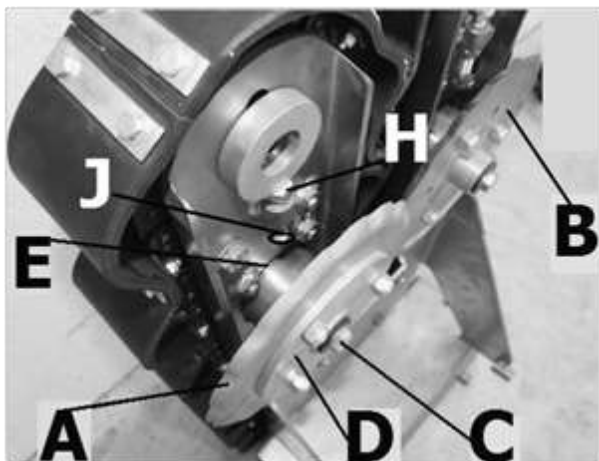
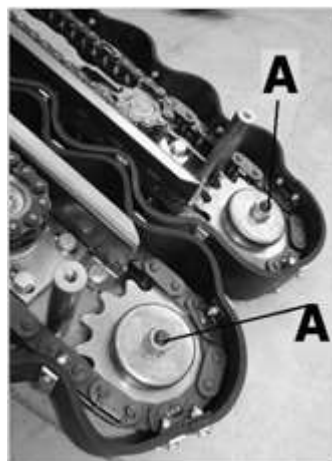

Рис. 14
Рис. 15
При жатке, присоединенной к комбайну, обязательно установите механические фиксаторы на подъемные опоры жатки. Для правильной работы режущего аппарата зазор между обоими противоположными дисками (А) и (В) Рис. 14 должен составлять 0,3-0,5 мм. В противном случае правильный срез подсолнечника будет невозможен. Настройте зазор следующим образом: винт (С) удалить Рис. 14, ступицу (D) удалить и дистанционные кольца (Е) установить/удалить (Е). Снова провести монтаж и проверить зазор между дисками.
Эту работу следует проводить раз в неделю. Действуйте следующим образом: Винт (А) ослабить, Рис. 15, контргайку (J) ослабить, Рис. 14. Винт (H) поворачивать и настраивать натяжение цепи. Снова затянуть винт (H) и контргайку (J).